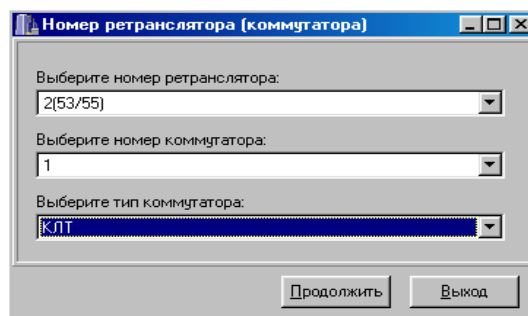

Рисунок 37
– **Ввод типа коммутатора** – устанавливает тип КН на АТС (КЛТ, КН либо КЛЦ) (рисунок 37).
– **Запрос исправности КН** – команда проверки работоспособности КН на АТС (рисунок 37). Проверяется работоспособность стыка с УТОИ и групп КН.